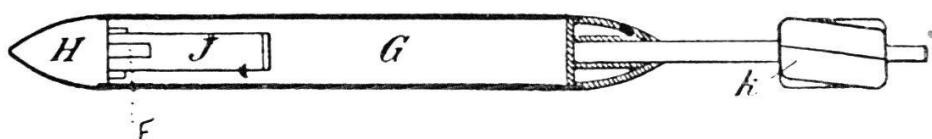

FIG. 3.
*Projectile.* — Le projectile a une longueur de 91 cm. (36 pouces) et pèse, chargé, 5 kg. 220 (11  $\frac{1}{2}$  livres anglaises). Le corps du projectile est formé d'une partie cylindrique en laiton (fig. 3). La tête H, conique, contient une fusée Merriam.